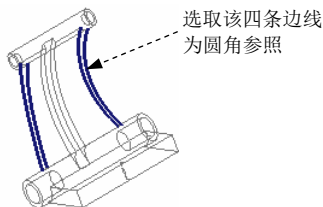

图 5.38.111 定义倒圆角参照
Step13. 创建倒圆角特征 1。单击 **模型** 功能选项卡 **工程** 区域中的  按钮，选取图 5.38.111 所示的边线为倒圆角的边线；在倒圆角半径文本框中输入值 0.5。